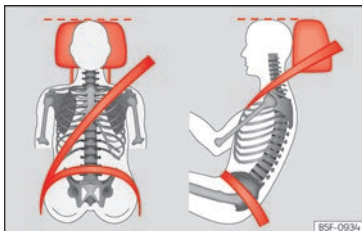

Abb. 17 Richtiger Gurtbandverlauf und richtige Kopfstützeinstellung.
in Augenhöhe befindet » S. 130. Den Hinterkopf so nah wie möglich an der Kopfstütze positionieren » (Abb. 17).
- Fahrersitz in Längsrichtung so einstellen, dass die Pedale mit leicht angewinkelten Beinen durchgetreten werden können und der Abstand zur Schalttafel im Kniebereich mindestens 10 cm (4 Zoll) beträgt » (Abb. 17).